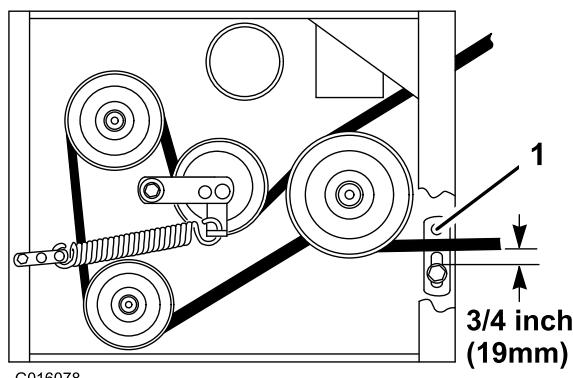

Figure 46
8. Vérifiez que le guide de courroie sous le bâti du moteur est réglé correctement (Figure 46).
Remarque: Lorsque la courroie du plateau de coupe est engagée, vérifiez que le guide et la courroie sont espacés de 19 mm (Figure 46). Réglez le guide de courroie du plateau de coupe au besoin. La courroie désengagée ne doit pas traîner ni tomber de la poulie quand les guides sont réglés correctement.